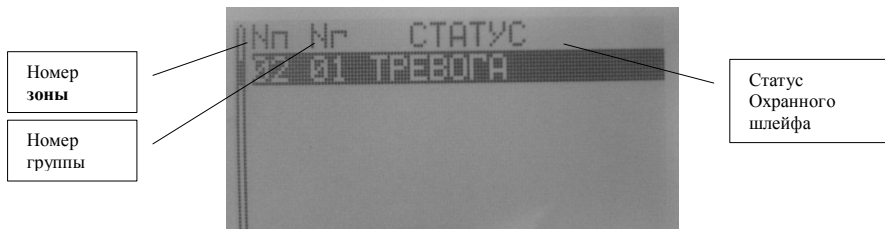

Рис.9 Меню ТРЕВОГА вызывается по кнопке «5» (расшифровка направлений поступления сигнала ТРЕВОГА).
- меню ТРЕВОГА (рис.9), по кнопке «5»;
- меню направлений ТРЕВОГА см. рис.9;